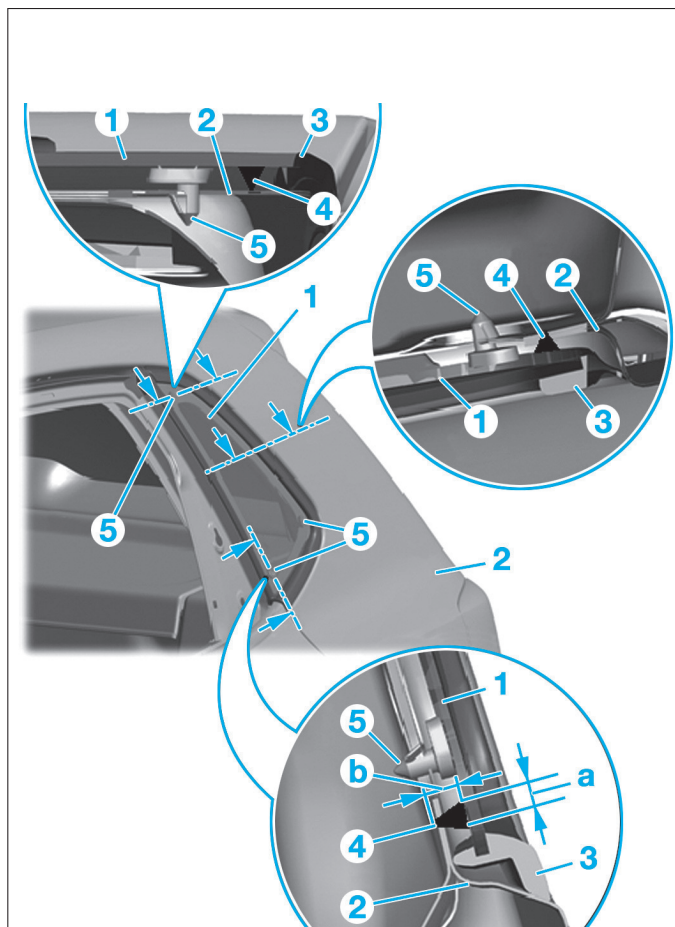

FIG. 15
- Reposer la glace latérale en respectant les valeurs (Fig.15).